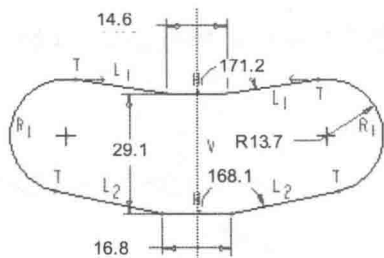
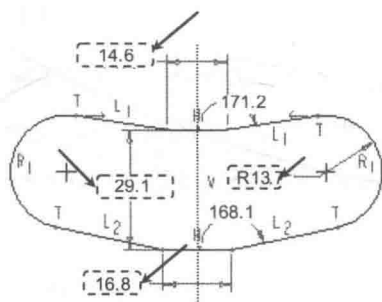

图 1.11 移动尺寸至合适的位置
图 1.12 锁定有用的尺寸标注
Step1. 确认  **显示尺寸** 复选框处于选中状态，打开尺寸显示。移动尺寸至合适的位置，如图 1.11 所示。
Step2. 锁定有用的尺寸标注。在图 1.11 所示的图形中，单击有用的尺寸，然后右击，在系统弹出的快捷菜单中选择 **锁定** 命令。此时被锁定的尺寸将以橘黄色显示，结果如图 1.12 所示。